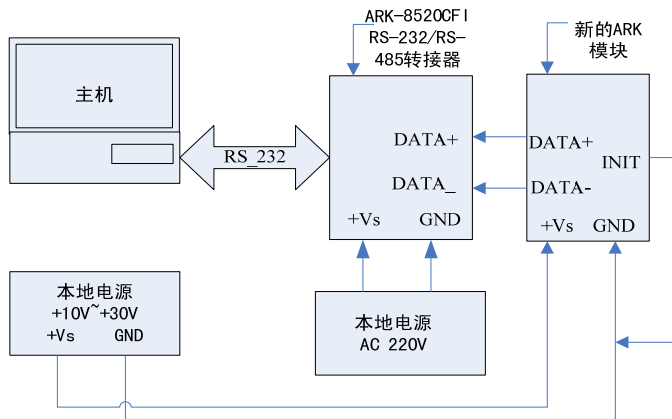

图 2.1
1. 通过 RS-485 连接一个全新的 ARK 模块,短路 INIT 管脚到地,使模块进入 **DEFAULT** (缺省) 状态。具体连线参见图 2.1;